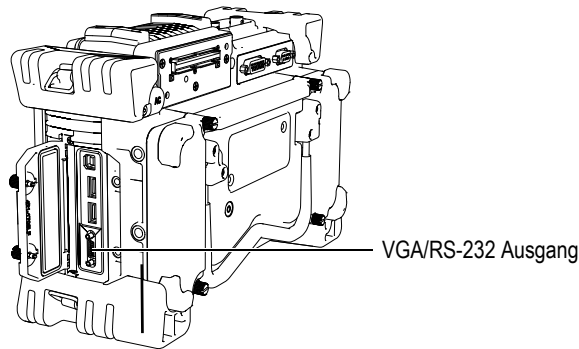

Abbildung 8-1 Der VGA/RS-232-Ausgang
2. Das mit dem Gerät mitgelieferte Kabel EPXT-C-VGA-6 in den VGA/RS-232-Stecker des EPOCH 1000-Geräts einstecken (siehe Abbildung 8-1 auf Seite 128). Das andere Ende mit dem VGA-Gerät verbinden.